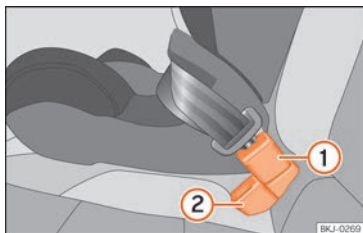

Fig. 28 Position de la boucle de la ceinture sur la banquette arrière;
- Placez la boucle de la ceinture de la place centrale » » fig. 28 ① derrière la boucle de la ceinture de la place latérale » » fig. 28 ②.
- Enclenchez la languette de la ceinture de sécurité de la place centrale dans la boucle de la ceinture de la place centrale » » fig. 28 ① jusqu'à l'entendre s'enclencher.
- Pour que les ceintures soient correctement positionnées, les boucles ne doivent pas se tordre » » fig. 28.